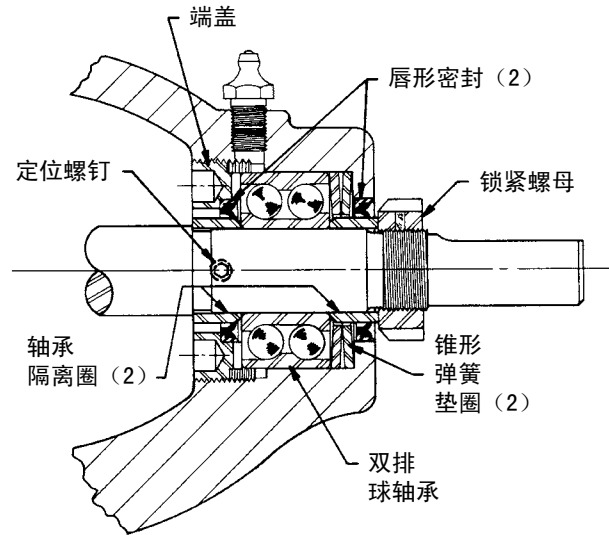

图7
8. 为了拆下止推轴承、见图7、首先拧下锁紧端盖的定位螺钉。接着拆下端盖、以便拆下球轴承和锥形弹簧垫圈。轴承应彻底清洗和检查。如果有发现任何磨损或损坏、更换轴承。
安装新的唇形密封时、要按照一定方向安装、具体如图7
4. (请参考图7)。将这两个锥形弹簧垫圈与内部弹簧垫圈接触 (然后外部弹簧垫圈会分开)、使其进入支架的止推轴承部分。接着、将双排球轴承和有一层形密封的端盖安装到位。用手拧端盖、感到有阻力后再拧半圈。